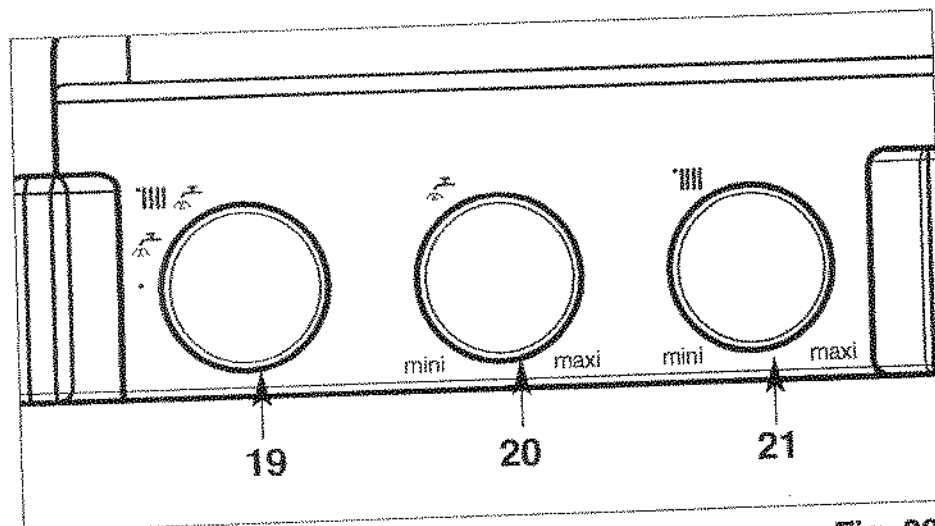

Fig. 23
- Placez le commutateur "19" (fig. 23) en position « III 🔥 »
Le bouton de réglage du chauffage "21" « III » (fig. 23)
chauffage, lorsque l'on replace le commutateur "19" (fig. 23)